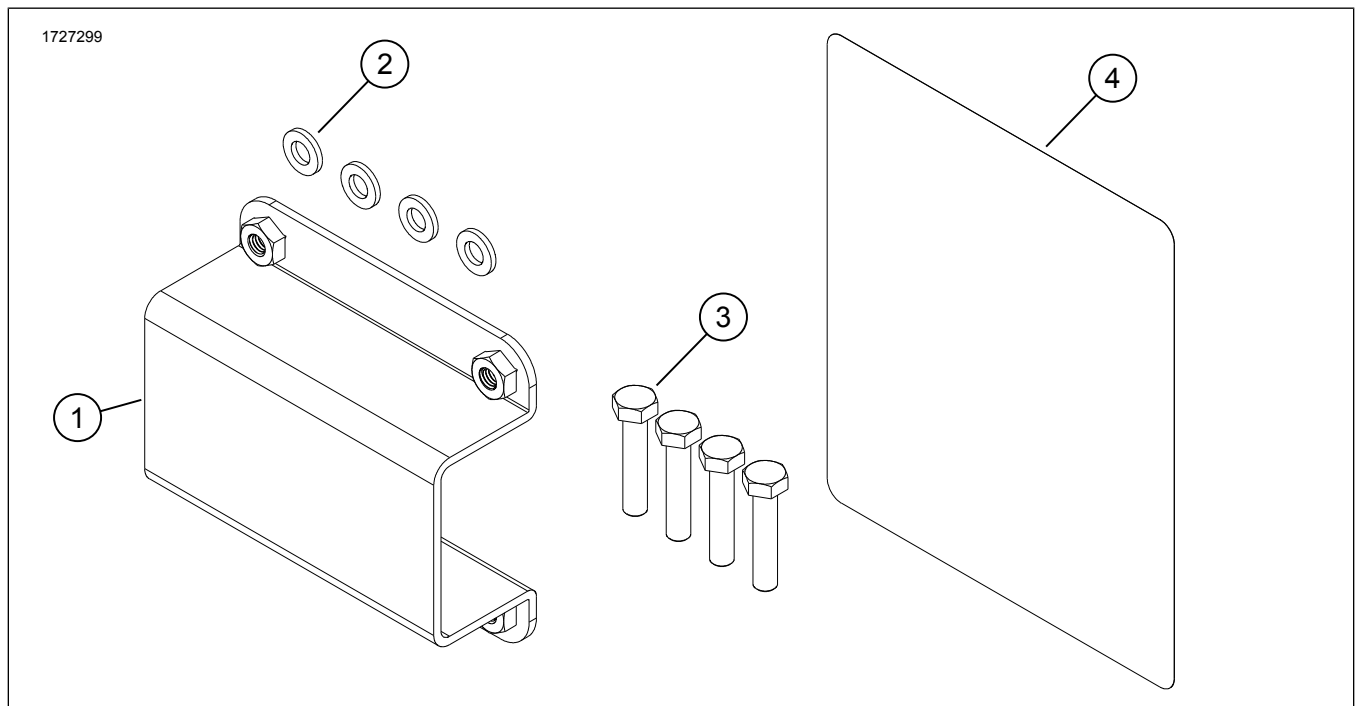

Figure 1. Contenu du kit : Support de montage de sac à bras oscillant un côté
1. Voir la Figure 1. Installez du ruban protecteur (4) sur le bras oscillant.